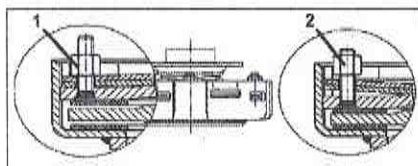

Fig. 1
1. Moeren gelijkmatig aandraaien (Fig. 1/1 of Fig. 2/3) waardoor slipplaten en instelring ontlast worden;
3. Moeren terugdraaien tot aan het einde (Fig. 1/2 of Fig. 2/4). De koppeling is nu gebruiksklaar.